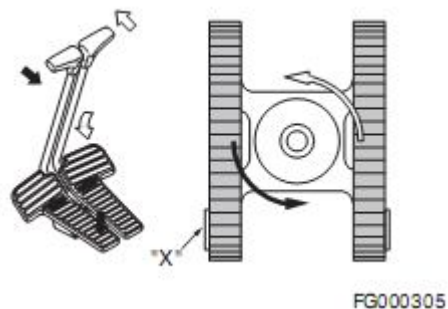

Рисунок 29
3. Вращение вокруг своей оси (рисунок 29) осуществляется за счет вращения одной гусеницы вперед, а другой назад. Машина будет вращаться вокруг своей центральной оси (левое вращение).